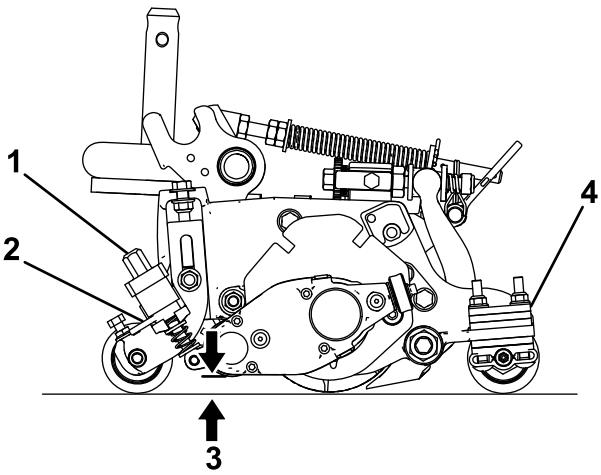

図 23
3. クイックアップレバー図23を入位置にハンドルがカッティングユニットの前方を向くようにセットする。
4. グルーマリールの一端側で、ブレードの一番低い刃先と床との距離を測る図23。高さ調整ノブ図23を使って、グルーマの刃の高さを希望の高さに調整する。